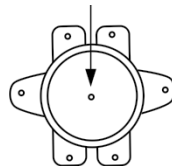

Рис. 7
- нажать до щелчка кнопку, расположенную по центру термовыключателя, который находится рядом с ТЭНом (имеет круглую форму), рис. 7;